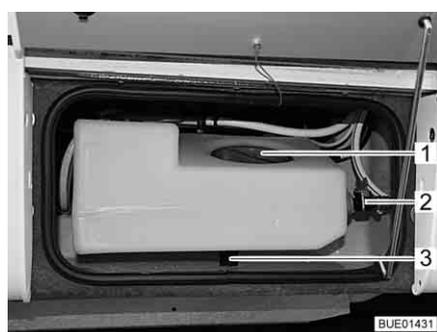
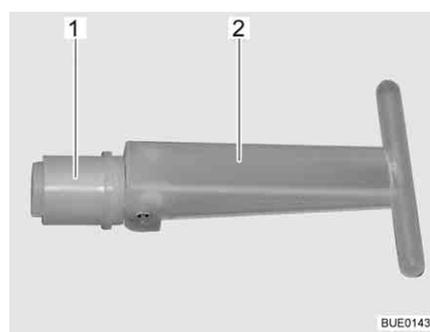

Fig. 162 Serbatoio dell'acqua aggiuntivo
Fig. 163 Tappo di chiusura
Quando la valvola di svuotamento (Fig. 162,2) è aperta, la capienza del serbatoio dell'acqua aggiuntivo è limitata a circa 30 l; l'acqua in eccesso defluisce. Quando la valvola di svuotamento è chiusa, è disponibile l'intero volume del serbatoio.
Quando si toglie il tappo di chiusura (Fig. 163,1) all'interno del serbatoio dell'acqua aggiuntivo, l'acqua defluisce attraverso lo scarico (Fig. 162,3). Il tappo di chiusura si raggiunge attraverso l'apertura di servizio (Fig. 162,1).
- Assicurarsi che il tappo di chiusura (Fig. 163,1) del serbatoio dell'acqua aggiuntivo sia chiuso (impugnatura (Fig. 163,2) girata).
- Assicurarsi che la valvola di svuotamento (Fig. 162,2) sia chiusa.
- Aprire l'apertura di servizio (Fig. 162,1) del serbatoio dell'acqua aggiuntivo.
- Attraverso l'apertura di servizio, portare in posizione verticale l'impugnatura (Fig. 163,2) del tappo di chiusura (Fig. 163,1) e sfilare il tappo.